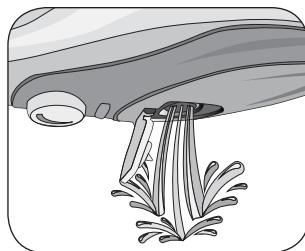

Fig. 9
Draai de knop voor de stoomregeling (E) op OFF. Trek de stekker uit het stopcontact. Giet het waterreservoir helemaal leeg; zorg dat er geen water in blijft staan, hierdoor wordt het ontstaan van kalkaanslag bevorderd (Fig. 9).